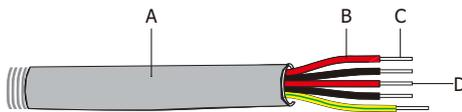

Figure 4.3-3 Ligne de connexion AC
Étape 1. Préparez les bornes et les câbles AC comme ci-dessous. Voir la figure 4.3-3.